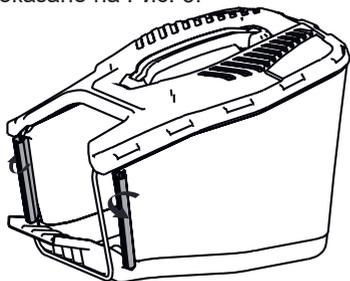
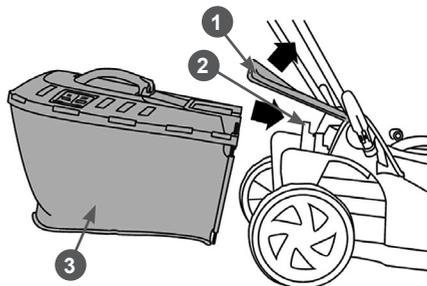

Рис. 5 Сборка травосборника
Рис. 6 Установка травосборника
5. Соберите и установите травосборник. Для этого прикрепите край мешка для травы к металлическому каркасу, закрепив сбоку пластиковые крючки, как показано на Рис.5, а затем поднимите заднюю крышку деки 1 и установите травосборник 3 на специальные выступы 2 на корпусе газонокосилки, как показано на Рис. 6.